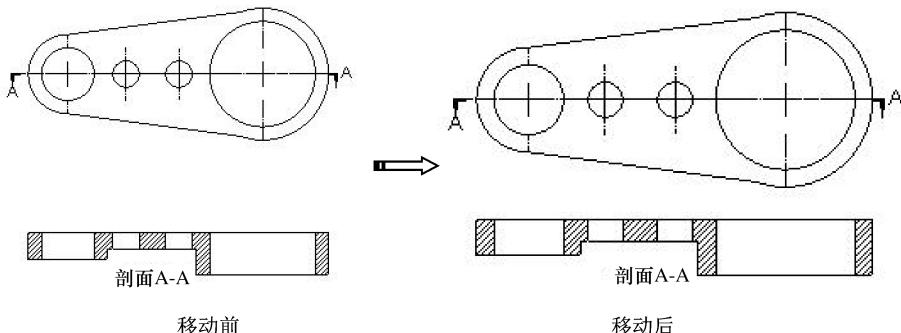

图 10-31 移动单个视图
- 02 此时即可对单个视图进行移动，如图 10-31 所示。